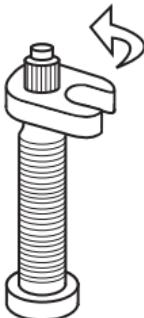

Figura 5. Gire la llave hacia la izquierda para extraer el obús.
3. Extraiga el obús de la válvula (Figura 5).